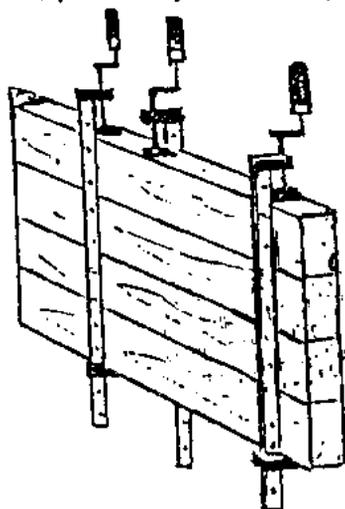

FIG. 65.
- b) **Prensa de bastidor o sargenta.-** Es una prensa, el cual presenta como característica principal una barra con perforaciones equidistantes, mandíbula pequeña y un elemento de torque en forma "T" o palanca; se usa para prensar bastidores, puertas y tableros (fig. 65).